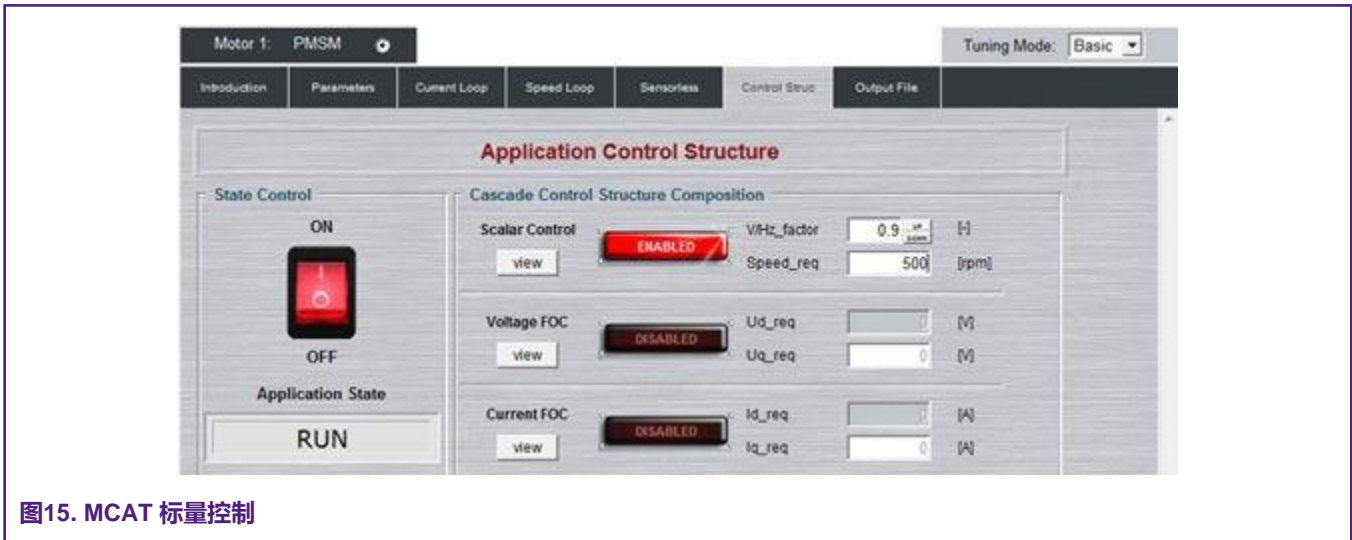

图15. MCAT 标量控制
- 在“标量控制”部分中，将“速度要求”字段中的所需速度值设置为500rpm。电机应开始转动，见图15。